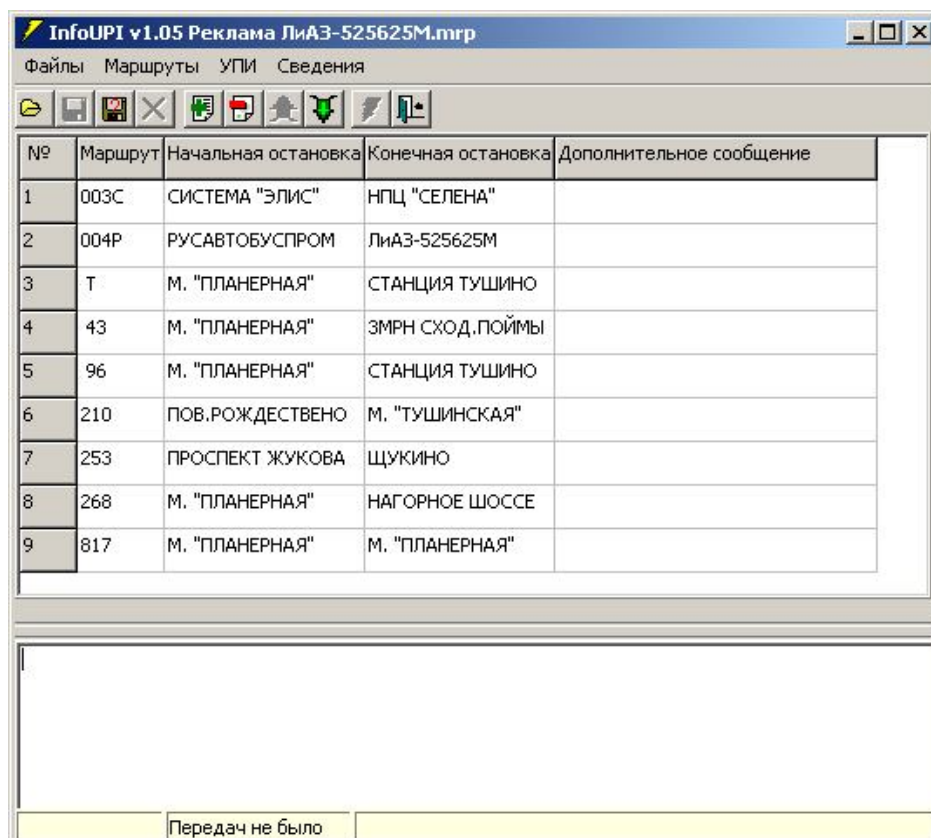

Рис. 3
4.3.4 Нажмите кнопку  «Открыть файл описания группы маршрутов» и в открывшемся окне выберите файл *Реклама ЛиАЗ-525625M.mrp* – на экране появится главное окно с демонстрационным списком маршрутов (рис. 3).